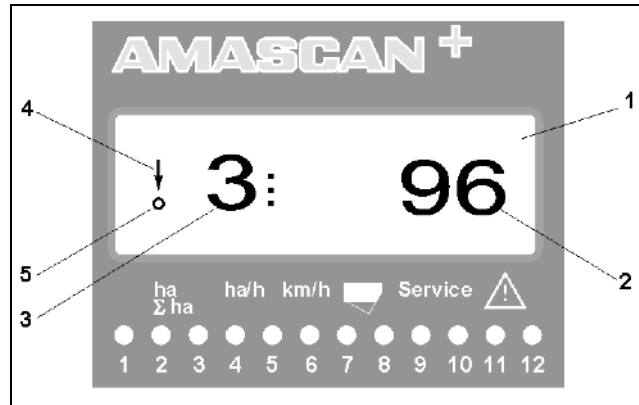

Fig. 4
In Arbeitsstellung der Einzelkornsämaschine werden auf dem 6-stelligen Display (Fig. 4/1) angezeigt:
- rechts - die momentane Anzahl [Körner/ha]/1000 (Fig. 4/2).
- links (Fig. 4/3) wechselt die Anzeige (Ziffern 1, 2, 3 usw.) automatisch nach 5 Sekunden. Angezeigt wird die Nummer des momentan überwachten Säaggregates.
- der senkrechte Pfeil (Fig. 4/4) und der darunterliegende blinkende Kreis (Fig. 4/5), sobald der Bewegungssensor (Sensor „X“) Impulse an den **AMASCAN+** liefert.